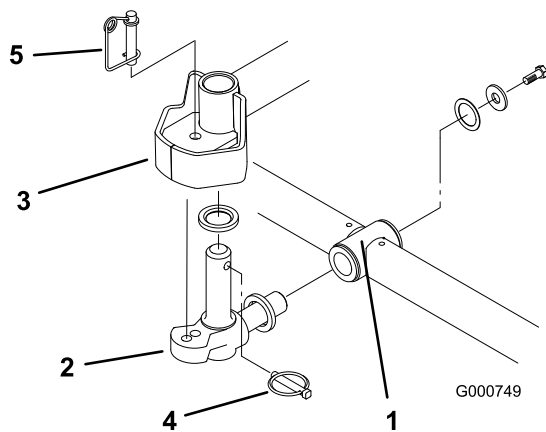

図 5
6. スラストワッシャを、ピボットナックルの水平シャフトに差し込む（図 5）。
7. ピボットナックルの水平シャフトをキャリアフレームの取り付け穴に差し込む(図 5)。
8. スラストワッシャ、平ワッシャ、フランジヘッドネジを使って、ピボットナックルをキャリアフレームに固定する(図 5)。
9. ピボットナックルの垂直シャフトにスラストワッシャを差し込む(図 5)。
10. ピボットナックルの垂直シャフトを外している場合には、ここで昇降アームのピボットハブに差し込む(図 5)。昇降アームのステアリングプレートの下にある 2 枚のゴム製センターリングバンパーの間に、ピボットナックルを挟む。
11. ピボットナックルのシャフトに付いている穴にリンチピンを差し込む(図 5)。
注 カッティングユニットを固定モードで使用する場合には、ステアリングロック・ピンをピボットナックルの取り付け穴に差し込んでください(図 5)。
14. ステアリングロック・ピンの下にスプリングを掛ける(図 5)。